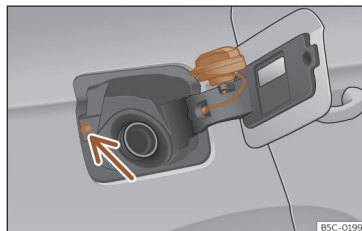

Fig. 209 Tampa do depósito com o tampão encaixado.
- Coloque-a no espaço existente na dobradiça da tampa aberta >>> **Fig. 209.**
Evite tocar no botão de bloqueio da tampa de combustível >>> **Fig. 209** (seta). O sistema entenderá que acabou e não poderá continuar a abastecer. Volte a pressionar o botão da porta do condutor para continuar.